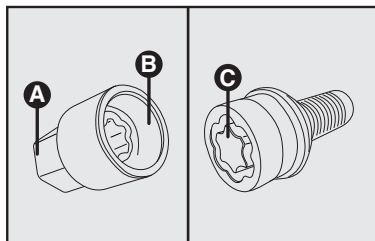

fig. 12
- Encaixar a extremidade **B-fig. 12** da chave soquete **fig. 12** no encaixe **C-fig. 12** do parafuso especial de retenção da roda. Na extremidade **A-fig. 12** deve ser encaixada a chave de roda fornecida com o veículo.